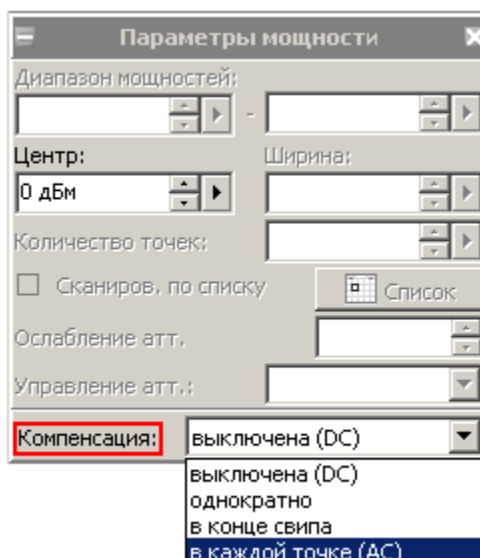

Рисунок 5 – Вид окна ПО с выбором режима компенсации
тат. Сохраненные результаты должны отображаться в качестве трасс памяти. Все измерения проводить при режиме компенсации «В каждой точке (АС)» (рисунок 5).
7.3.3 В ПО нажать кнопку «Восстановить начальные параметры». Установить значение фиксированной частоты 10 МГц (количество точек 1) и уровень выходной мощности минус 10 дБм, режим компенсации «Выключена (DC)» (рисунок 5). Кнопка «СВЧ» на передней панели P2M-40 должна быть нажата. Начать процесс измерений.
7.4.3 Кнопка «СВЧ» на передней панели P2M-40 должна быть нажата. Начать процесс измерений. Установить режим компенсации «Выключена (DC)» (рисунок 5).
7.4.26 Начать процесс измерений. Установить режим компенсации «Выключена (DC)» (рисунок 5).